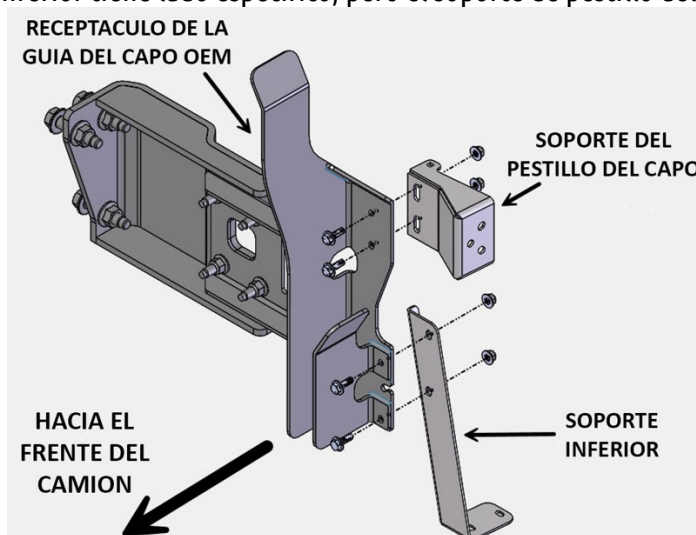

**Figura 3: Tornillos a quitar cuando se quita el panel OEM (Lado del Piloto mostrado)**
24. Quite el panel de extensión del capo OEM (PEC) y los soportes. El método más fácil es quitar los 3 tornillos circulados en la Figura 3.